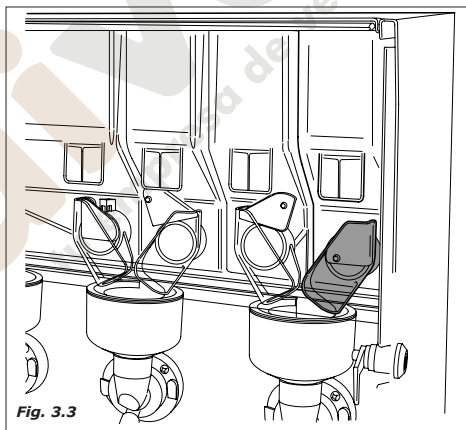

Fig. 3.3
- el motorreductor acciona el tornillo sin fin del recipiente del azúcar, vertiendo la cantidad necesaria adentro del transportador de polvos (Fig.3.3).